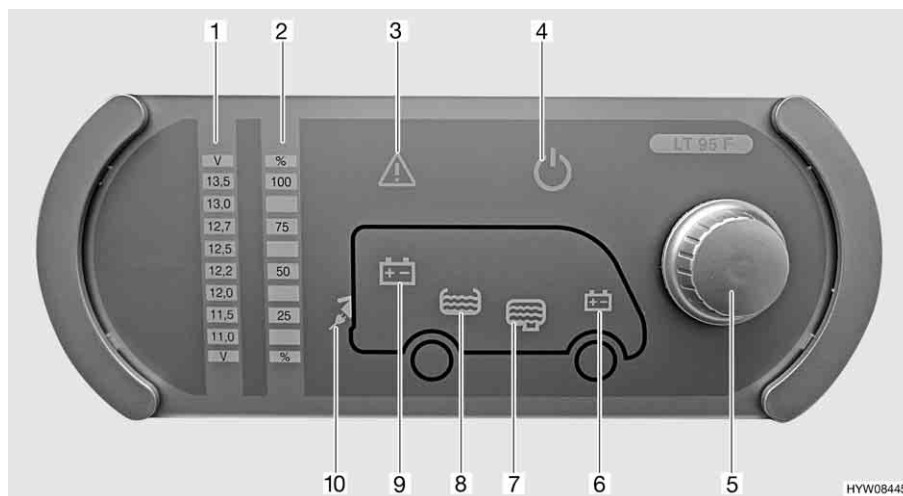

Fig. 127 Pannello di controllo (LT 95)
Il pulsante a rotazione (Fig. 127,5) inserisce o disinserisce il pannello di controllo e l'alimentazione a 12 V dell'abitacolo.
Accensione: ■ Premere il pulsante a rotazione (Fig. 127,5): L'alimentazione a 12 V dell'abitacolo è inserita. La spia di controllo a 12 V (Fig. 127,4) diventa verde.
Spegnimento: ■ Premere il pulsante a rotazione (Fig. 127,5): L'alimentazione a 12 V dell'abitacolo è disinserita. La spia di controllo a 12 V (Fig. 127,4) si spegne.
Mediante il pulsante a rotazione (Fig. 127,5) si possono interrogare sia la tensione della batteria dell'abitacolo che la tensione della batteria di avviamento. La tensione viene visualizzata sulla scala indicatore per la tensione della batteria (Fig. 127,1).
- Ruotare il pulsante a rotazione (Fig. 127,5), finché si accende il simbolo della batteria della quale deve essere interrogata la tensione.
Viene indicata la tensione della batteria dell'abitacolo (Fig. 127,9)
Viene indicata la tensione della batteria di avviamento (Fig. 127,6)
- Leggere la tensione sulla scala indicatore della tensione della batteria (Fig. 127,1).
Mediante il pulsante a rotazione (Fig. 127,5) si possono interrogare sia il livello del serbatoio dell'acqua che il livello del serbatoio delle acque grigie. Il livello viene visualizzato sulla scala indicatore livello dei serbatoi (Fig. 127,2).
- Ruotare il pulsante a rotazione (Fig. 127,5), finché si accende il simbolo del serbatoio del quale deve essere interrogato il livello.
Viene indicato il livello del serbatoio dell'acqua (Fig. 127,8)
Viene indicato il livello del serbatoio delle acque grigie (Fig. 127,7)
- Leggere il livello sulla scala indicatore del livello serbatoio (Fig. 127,2).
La spia luminosa Alarm (Fig. 127,3) lampeggia non appena i valori limite fissati vengono superati per eccesso o per difetto.
La spia luminosa Alarm (Fig. 127,3) lampeggia non appena la tensione della batteria scende al di sotto di 11 V. Se l'alimentazione a 12 V è accesa, si accende anche il relativo simbolo della batteria (Fig. 127,6 o 9), e l'indicatore "11,0" sulla scala indicatore della tensione della batteria (Fig. 127,1) lampeggia. Rischio di uno scaricamento totale della batteria.
La spia luminosa Alarm (Fig. 127,3) lampeggia ed il relativo simbolo del serbatoio (Fig. 127,7 o 8) si accende non appena il serbatoio dell'acqua è vuoto o il serbatoio delle acque grigie è pieno.
La spia di controllo a 230 V (Fig. 127,10) si accende quando all'ingresso della centralina elettrica è presente una tensione di rete.